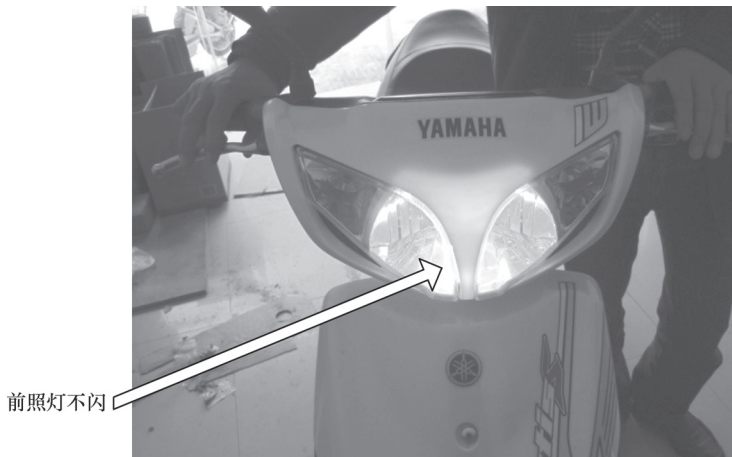

图 8-30 打开照明开关
1) 首先打开电源开关，将调速转把置于高速转动位置时电动机时转时停，此时打开照明开关，前照灯不闪动（如图 8-30 所示），表明电源电路无故障。